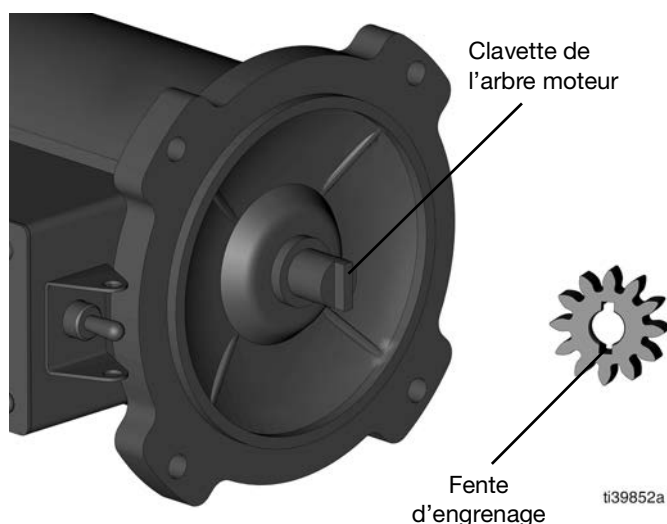
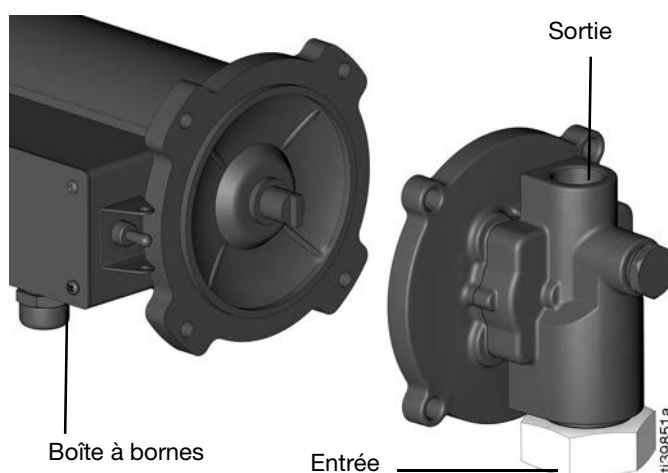

FIG. 24
FIG. 25
1. Mettez l'ensemble du boîtier de pompe sur le moteur. La clavette de l'arbre du moteur doit correspondre à la fente de l'engrenage sur le couvercle intérieur. La sortie de la pompe doit être orientée vers le haut et la boîte à bornes doit être centrée entre la sortie et l'entrée de la pompe (FIG. 24 et FIG. 25).